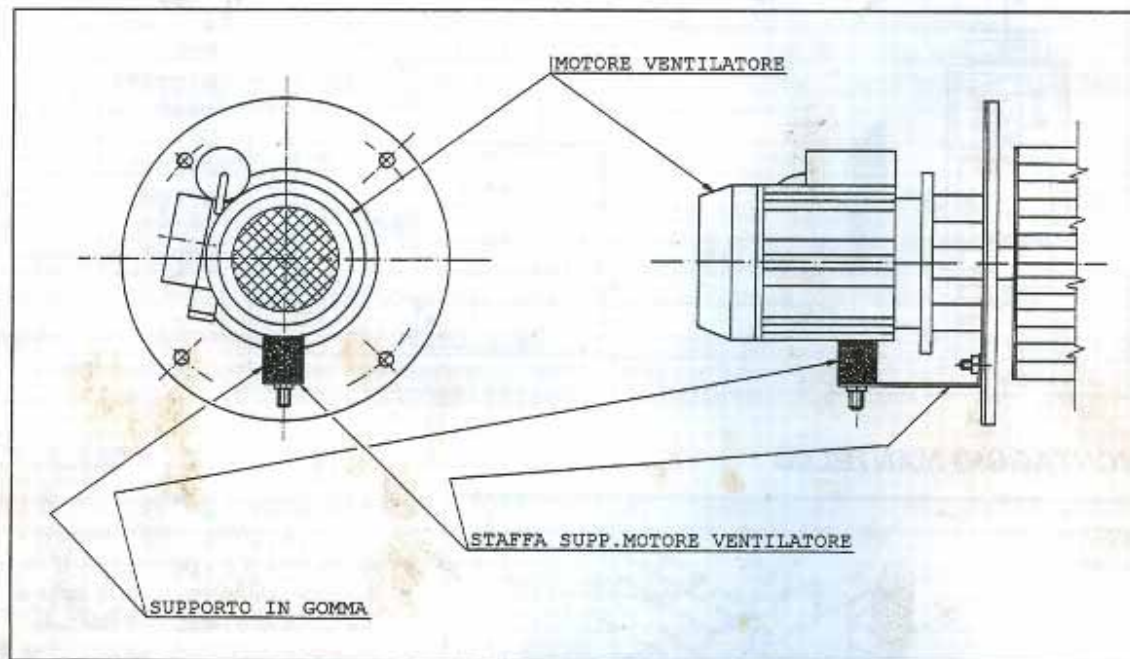

Figura 1
- Installare il ventilatore 7 nell'apposito alloggiamento della cassa fumi, facendo attenzione che il supporto in gomma sia posizionato nella parte inferiore come indicato in figura 1; fissarlo poi con i dadi ad alette in dotazione.